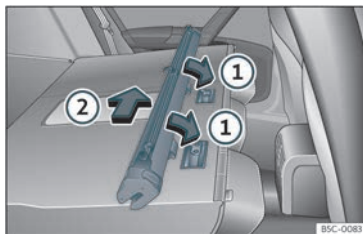

Fig. 133 Muntar la xarxa de separació en els respallers del seient posterior.
- Poseu la carcassa de la xarxa en els rebaixos dels carrils de subjecció en el sentit de les fletxes»» **fig. 133 ①**.
- Empenyeu la carcassa cap al costat esquerre del vehicle en el sentit de la fletxa »» **fig. 133 ②** i fins al límit.
- Estireu la carcassa de la xarxa aproximadament 5 cm en el sentit contrari de la fletxa »» **fig. 133 ②**.
- Traieu la carcassa dels carrils de subjecció tibant en el sentit contrari al de les fletxes »» **fig. 133 ①**.